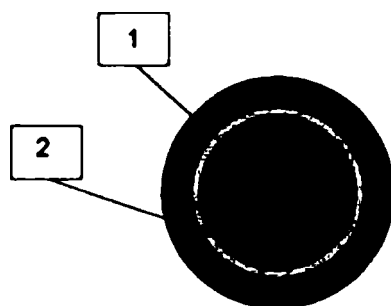

Рисунок 3.16 – Пульт ручного управления компрессией
- 1) Нажмите кнопку 1 (Рисунок 3.16) для активации функции, индикатор состояния 2 начнет мигать.
- 2) Поворачивая регулятор 1 (Рисунок 3.16), установите максимальную силу компрессии, контролируя устанавливаемое значение на дисплее МПУ (поле 5 Рисунок 2.5).